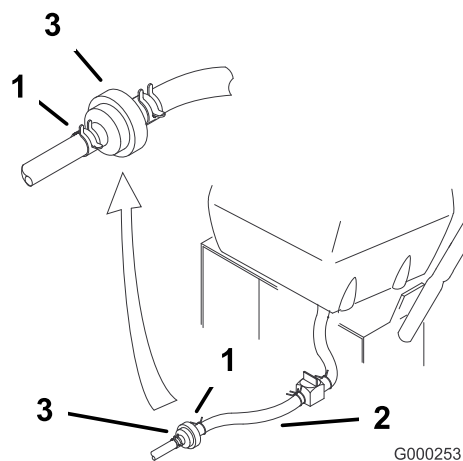

Figura 32
4. Aperte as extremidades dos dispositivos de fixação de tubagem e afaste-os do filtro (Figura 32).